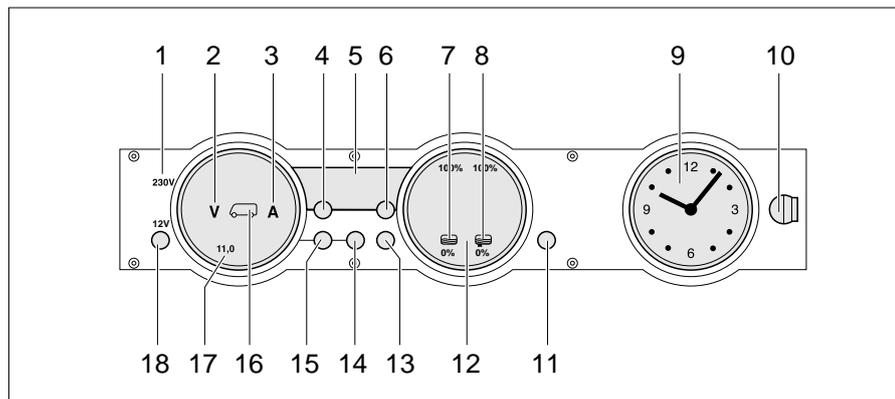

Bild 153 Panel MP 20-T
Die 230-V-Kontroll-Leuchte (Bild 153,1) leuchtet, wenn am Eingang des Elektroblocks Netzspannung vorhanden ist.
Der 12-V-Hauptschalter (Bild 153,18) schaltet das Panel und die 12-V-Versorgung des Wohnraums ein und aus.
- Taste "12 V" (Bild 153,18) kurz drücken. Die 12-V-Versorgung des Wohnraums ist eingeschaltet. Die Kontroll-Anzeige "12 V" leuchtet.
- ▷ Wenn nach dem Einschalten die LED "11,0" der Voltanzeige sowie das Symbol Volt "V" (Bild 153,2) im Anzeigeelement Batterien (Bild 153,17) blinken, dann ist die Spannung der Wohnraumbatterie zu gering. Batterie laden.
- ▷ Wenn nach dem Einschalten die Kontroll-Anzeige "12 V", das Symbol Wohnraumbatterie (Bild 153,16) und das Symbol Volt "V" (Bild 153,2) dreimal blinken, dann ist die Batterietrennung aktiviert. Batterietrennung deaktivieren.
- Taste "12 V" (Bild 153,18) kurz drücken. Die 12-V-Versorgung des Wohnraums ist ausgeschaltet. Die Kontroll-Anzeige "12 V" erlischt.
- Taste Wohnraumbatterie (Bild 153,14) drücken und ca. 10 Sekunden lang gedrückt halten. Die Symbole Volt "V" (Bild 153,2) und Ampere "A" (Bild 153,3) blinken dreimal. Die Wohnraumbatterie ist vom 12-V-Bordnetz getrennt.
- Taste "12 V" (Bild 153,18) drücken und ca. 5 Sekunden lang gedrückt halten. Das Symbol Volt "V" (Bild 153,2) blinkt dreimal. Die Wohnraumbatterie ist mit dem 12-V-Bordnetz verbunden. Die Kontroll-Anzeige leuchtet nach ca. 2 Sekunden.
- Taste Wohnraumbatterie  (Bild 153,14) drücken. Das Symbol Volt "V" (Bild 153,2) leuchtet. Das Symbol Ampere "A" leuchtet je nach Ladung oder Entladung weiß bzw. rot. Die Batteriespannung und der Strom der Wohnraumbatterie werden über die LEDs im Anzeigeelement angezeigt.
- Taste Starterbatterie  (Bild 153,15) drücken. Das Symbol Volt "V" (Bild 153,2) leuchtet. Die Batteriespannung der Starterbatterie wird über die LEDs im Anzeigeelement angezeigt.
- Taste Tanks  (Bild 153,13) drücken. Die Symbole Wassertank  (Bild 153,7) und Abwassertank  (Bild 153,8) leuchten. Die Füllstände des Wassertanks (linke Skala) und des Abwassertanks (rechte Skala) werden über die LEDs im Anzeigeeinstrument angezeigt.
Das Symbol Volt "V" (Bild 153,2) und die LED "11,0" blinken, sobald die Spannung der Batterie 11 V (Messung bei laufendem Betrieb) unterschreitet und damit Tiefentladung droht.
Das Symbol Wassertank " (Bild 153,7) oder das Symbol Abwassertank " (Bild 153,8) blinkt, wenn der Wassertank leer oder der Abwassertank voll ist.